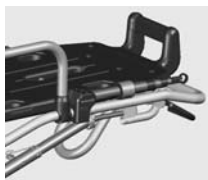
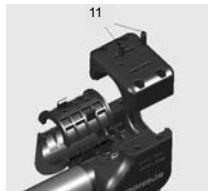

Fig. 3
Fig. 4
3. Una volta posizionato il portaflebo come in fig. 3, stringere le viti n° 11 (fig. 4) mediante l'utilizzo di una chiave a brugola esagono di 2,5 fino a che il portaflebo resta solidale al telaio della barella.
2. Una volta posizionato il portaflebo come in fig. 7 stringere le viti n° 11 in fig. 4 mediante l'utilizzo di una chiave a brugola esagono di 2,5 fino a che il portaflebo resta solidale (cioè non ruota) al telaio della barella basket.
2. Premere il pulsante rosso "Push" a fondo e accompagnare il tubo parallelo al tubo del telaio della barella premendo leggermente (fig. 3).